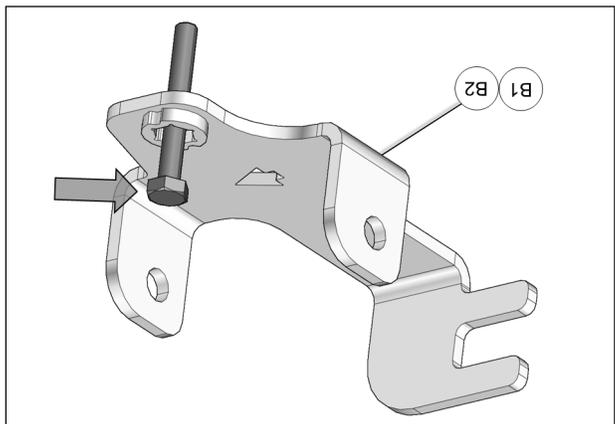

Fig. 4
4. Insérer les boulons dans chacun des ancrages (B1-B2) de suspension arrière tel que montré à la Fig. 4